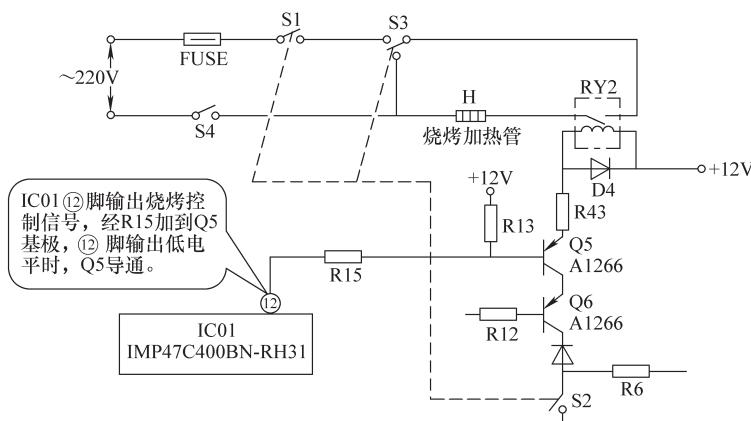

图 4-54 烧烤火力开关控制电路
故障机型微波炉中，设置有石英管加热烧烤功能，其工作原理如图 4-54 所示。所示。
在该机中，R5 主要用于输出烧烤控制信号，如图 4-54 所示。当 IC01 的⑫脚输出 0V 低电平时，Q5 导通，RY2 导通，烧烤加热管有 220V 电压加入。当 R15 脱焊或开路时，Q5 的基极就不受 IC01 ⑫脚输出控制，而是在 R13 的偏置电压作用下始终处于反偏截止状态，故烧烤功能无效。